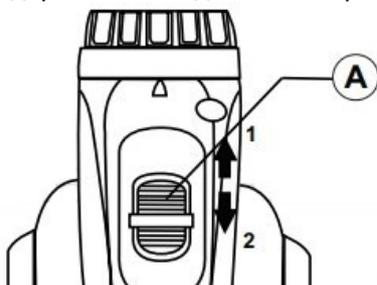

Рисунок 2. Схема налаштування діапазонів швидкостей.
5.1.5 Налаштування та регулювання швидкості обертання виробу (рис. 2).
– для вибору швидкості обертання у межах 0...500 об/хв перевести повзунк (А, рис. 2) до упору в позицію (1, рис. 2), цей діапазон використовується переважно для роботи з метизами або свердління отворів великого діаметра у твердих матеріалах;
– для вибору швидкості обертання у межах 0...2000 об/хв перевести повзунок (А, рис. 2) до упору в позицію (2, рис. 2), цей діапазон використовується переважно для свердління серійних отворів невеликого діаметра у деревині та подібних матеріалах.